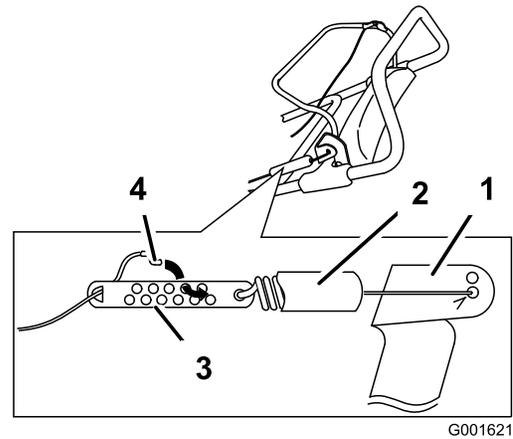

Figure 22
1. Débranchez le ressort du support de la barre de commande. (Figure 22).
2. Remontez la protection du ressort sur le dispositif de réglage du câble. (Figure 22).
3. Débranchez le raccord en Z du dispositif de réglage et replacez-le dans un autre trou du dispositif de réglage de manière à obtenir l'écartement voulu de 3 à 6 mm (1/8 à 1/4 pouce) entre le support de la barre de commande et le guidon (Figure 22).